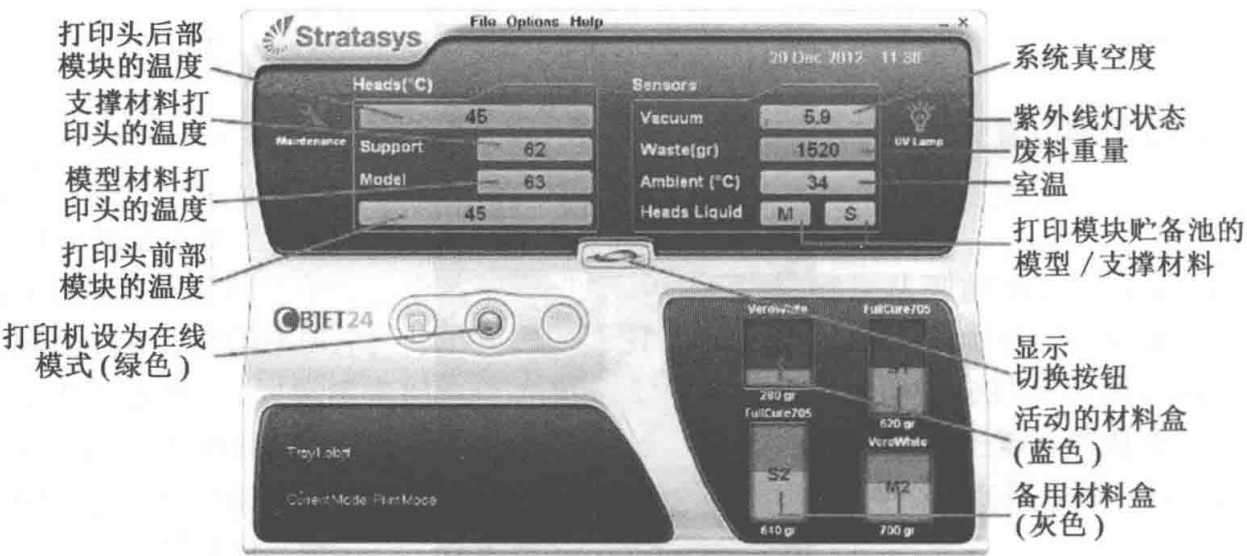
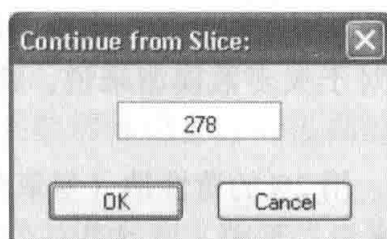

图 4-68 打印机指示器
图 4-69 从切片继续对话框
(1) 确保打印机成型托盘是干净的且是空的。如果不是，请用刮刀清除凝固的打印材料，并用湿润的清洁布彻底清理托盘。
(2) 确保加载了充足的模型材料和支撑材料，如打印机界面所示。
(3) 在打印机界面，单击红色按钮将打印机切换至在线模式，按钮的颜色由红色变为绿色，如图 4-68 所示。如果作业管理器队列中有作业，则该作业被发送至打印机。在打印机界面，打印机模式从闲置更改为预打印，打印机的状态为：
①打印模块变热。如果自上次打印作业以来已超过 48h，则打印头中的打印材料会进行冲洗并更换，以确保打印质量。
②紫外线灯点亮预热。开始打印后，Objet Studio 发送七个切片至打印机。此为 Objet Studio 和打印机之间的标准缓冲。在打印每个切片时，会将另一个切片发送至打印机。根据生产模型的大小，打印要花几小时至几天的时间。只要供应材料盒有足够的模型材料和支撑材料，打印将自动进行，直到完成作业。
(1) 如果打印机处于离线模式, 请通过单击打印机界面底部的红色按钮将其切换为在线模式。按钮由红色变为绿色 (请参看图 4-68)。
(2) 如果不知道打印停止的原因, 请确保打印机与服务器计算机之间的连接处于活动状态。
(3) 在 Objet Studio 的作业管理器屏幕, 单击“恢复”图标。
(4) 在出现的“从切片继续”对话框中, 检查打印机界面后确认切片数, 如图 4-69 所示。